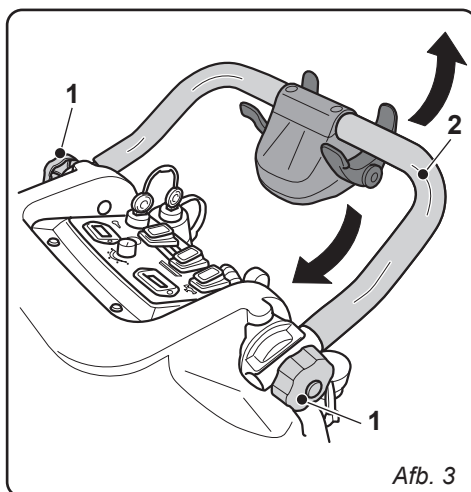

Afb. 2
- Verwijder de zak (1) met de accessoires.
- Knip de strip door (2).
- Verwijder de houten blokken (6) en (4).
- Hef de borstel (5) op door het pedaal (6) in te trappen (zie de desbetreffende paragraaf).
- Hef de schrobber (7) op door het handvat (8) op te tillen (zie de desbetreffende paragraaf).
2.1.a - Uitrusting machine (Afb. 2)